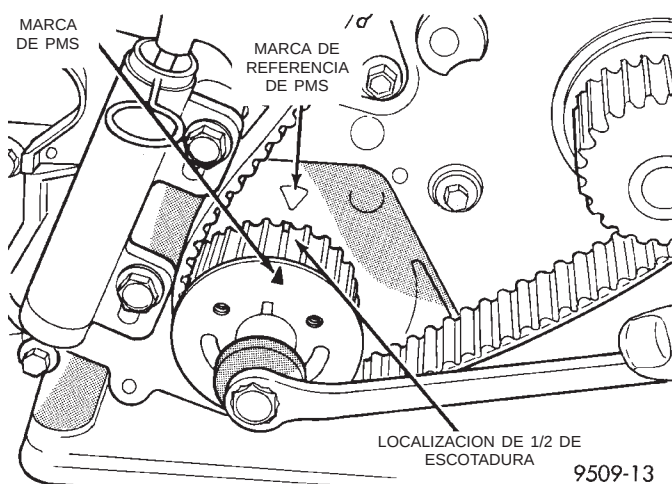

Fig. 69 Ajuste de la rueda dentada del cigüeñal para la instalación de la correa de distribución
(6) Desplace el cigüeñal hasta la marca de $\frac{1}{2}$ antes del PMS (Fig. 69) para la instalación de la correa.